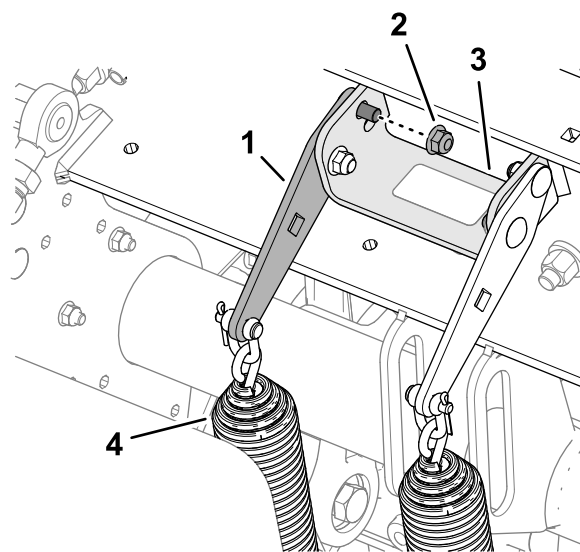

図 118
2. スプリングテンションプレートをコアリングヘッドのサポートブラケットに固定している前側フランジロックナットとキャリッジボルトをゆるめる **図 118**。